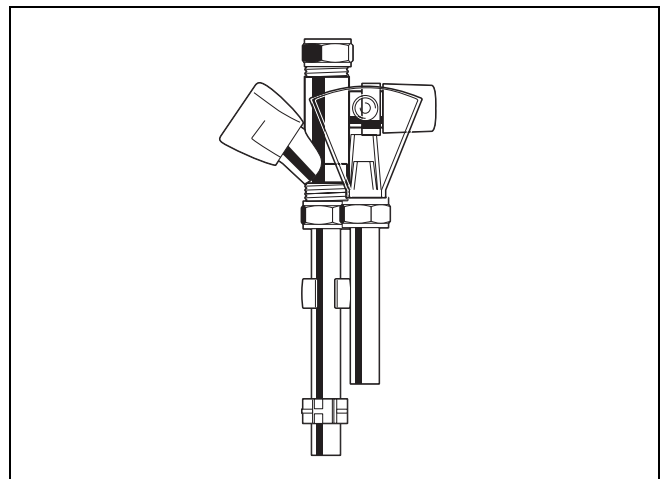

fig. 12 KIWA gekeurde inlaatcombinatie
- Plaats in de koudwaterleiding direct onder het toestel een KIWA gekeurde inlaatcombinatie (→ fig. 12).